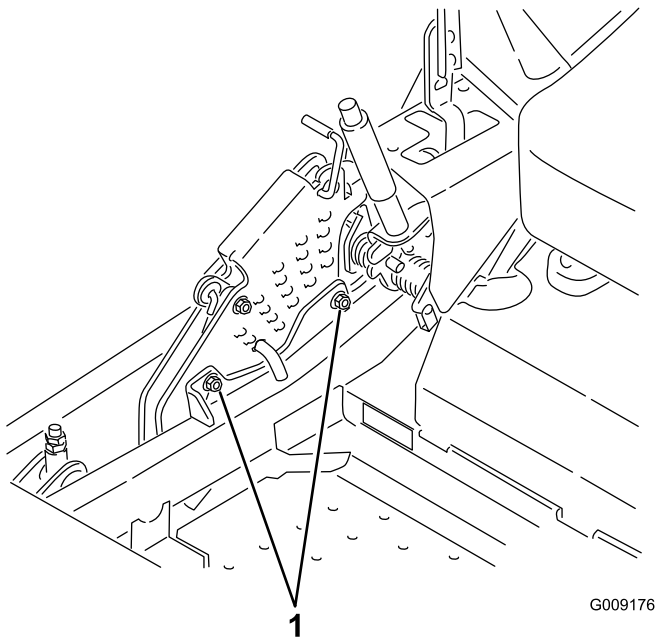

**Figura 86**
- 9. En ambos lados de la carcasa, mida desde la superficie nivelada hasta la punta delantera de la cuchilla (Posición A). La medida debe ser de 7,6 cm (3 pulg.) (Figura 86).
15. En ambos lados de la carcasa, mida desde la superficie nivelada hasta la punta trasera de la cuchilla (Posición B). La medida debe ser de 8,3 cm (3-1/4 pulg.) (Figura 86).